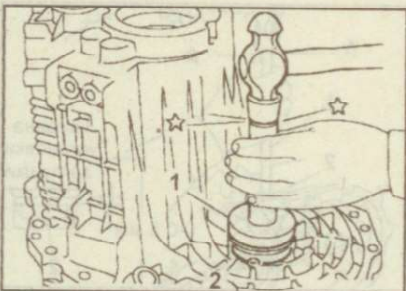

Рис. 9.159. Использование оправки (1) для установки сальника дифференциала (2)
1. Молотком и оправкой соответствующего диаметра установите сальник дифференциала в гнездо картера коробки передач так, чтобы торец сальника находился на одном уровне с поверхностью картера (рис. 9.159).